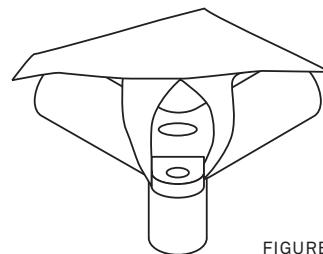

FIGURE 4
- Posez la bâche de toit sur la structure. Tirez les boucles en nylon par-dessus les angles, comme illustré sur la figure 4. Un des angles est pourvu d'un ruban de traction pour faciliter la mise en place de la dernière boucle.